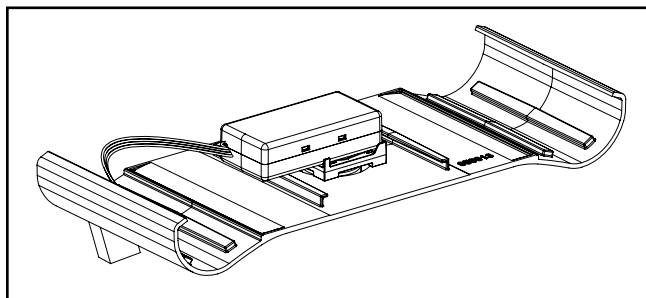

Figura 22
4. La pieza de la moldura incluye el sensor montado previamente. (Figura 22)